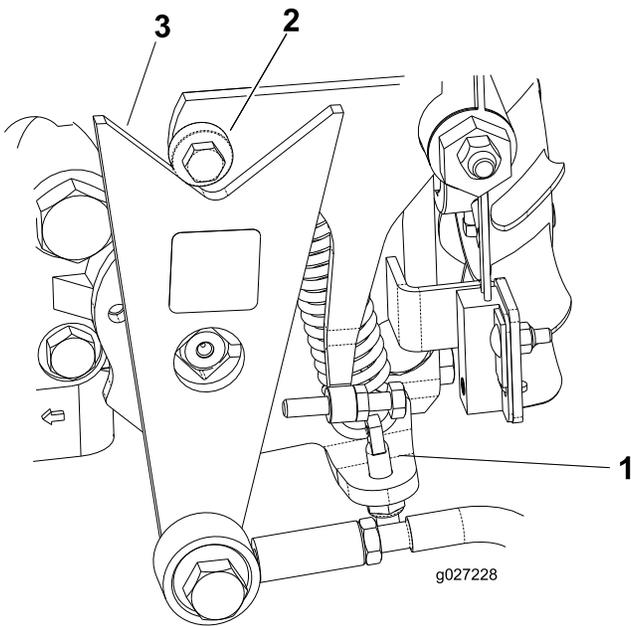

Figura 43
- Se as rodas rodarem na direção certa, pare o motor e ajuste mola ajustando o bloqueio do pino (Figura 43). Ajuste a posição neutra da tração; consulte Ajuste da posição neutra da transmissão de tração (página 30).